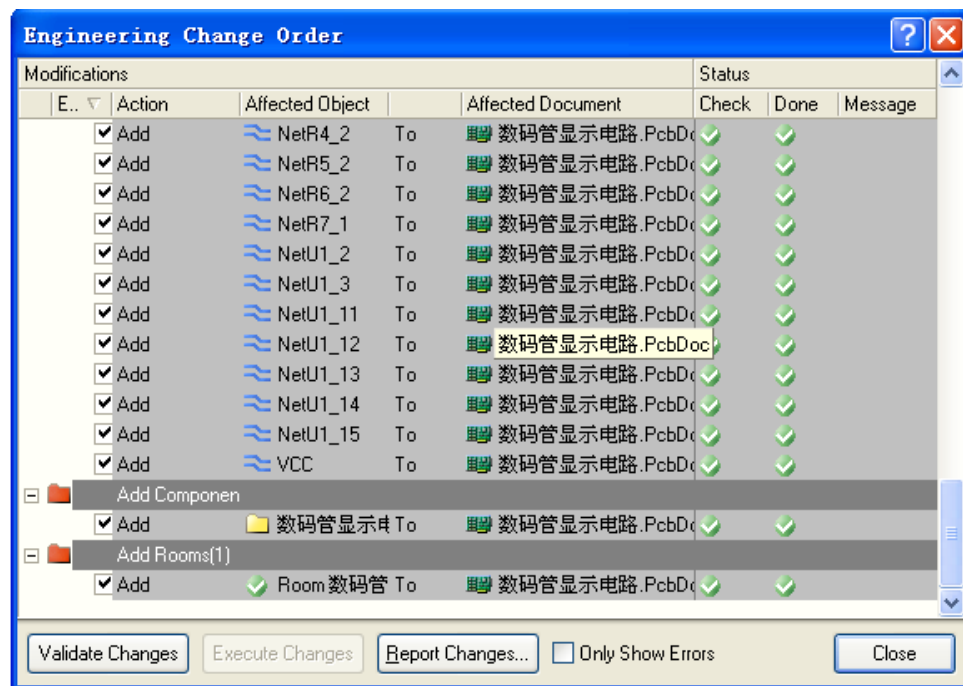

图9-5 应用更新后的“Engineering Change Order”对话框
- (3) 单击“Execute Changes”按钮，应用所有已选择的更新，“Engineering Change Order”对话框内列表中的“Status”下的“Check”和“Done”列将显示检查更新和执行更新后的结果，如果执行过程中出现问题将会显示“✘”符号，若执行成功则会显示“✔”符号。如有错误检查错误，然后从(2)开始重新执行，没有错误后，应用更新后的“Engineering Change Order”对话框如图9-5所示。